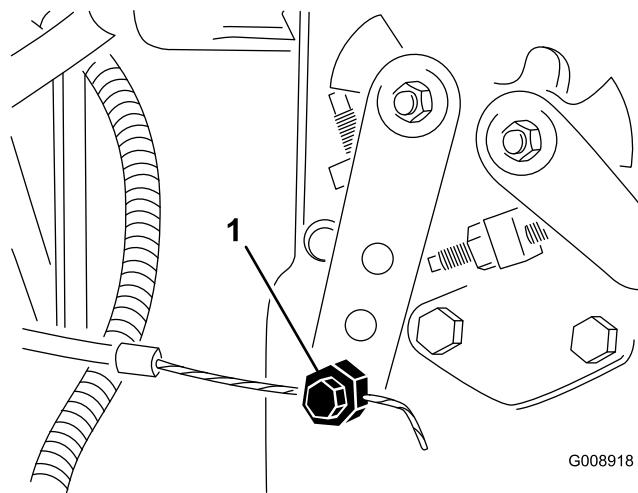

図 71
2. 噴射ポンプのレバー・アーム (図 71) の部分にあるスロットル・ケーブルのコンネクタをゆるめる。